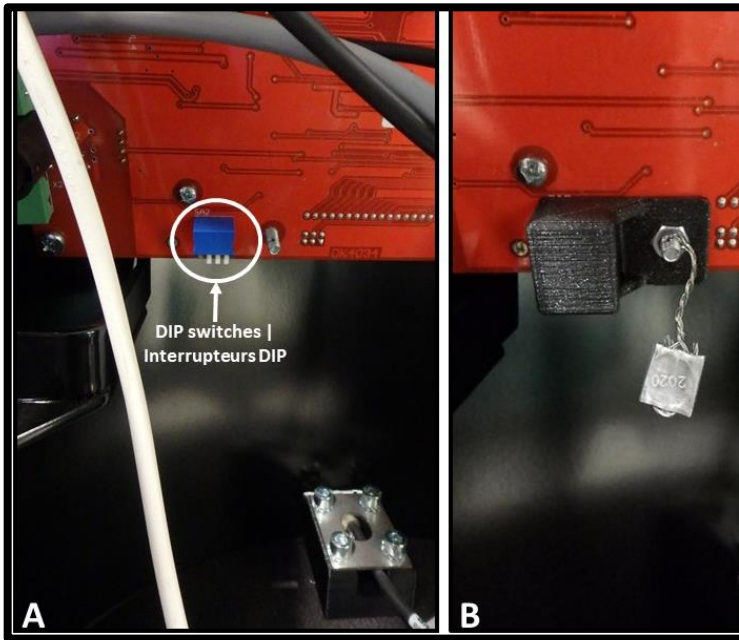

Figure 1: DIP switches before (A) and after (B) sealing |
<p>Electronic calibration and dual pulses</p> <p>Modification of the electronic calibration (EC) factor and of the number of pulse channels require activation of the DIP switches (see Figure 1 and Section 10).</p> <p>The EC factor displays on the second line (“EC-”) after leaving the totals, as described in the “Displaying totals” section. The DIP-2 switch must be in the “OFF” position to prevent changes to the EC factor.</p> <p>2-channel pulses must be active at all times. Therefore, the DIP-1 switch must be set on the “ON” position.</p> <p>The DIP switches are located behind each display and are sealed as shown in Figure 1.</p>	<p>Étalonnage électronique et impulsions en double</p> <p>Pour le réglage du facteur d'étalonnage électronique et du nombre de canaux à impulsions il faut activer les commutateurs DIP (voir Figure 1 et partie 10).</p> <p>Le facteur d'étalonnage électronique s'affiche sur la deuxième ligne (« EC- ») après avoir sorti les totaux, comme décrits dans la section « Afficher les totaux ». Le commutateur DIP-2 doit être en position « OFF » pour empêcher des changements dans le facteur d'étalonnage électronique.</p> <p>L'option 2 canaux à impulsions doit être active en tout temps. Par conséquent, le commutateur DIP-1 doit être réglé sur la position « ON ».</p> <p>Les commutateurs DIP sont situés à l'arrière de chaque écran et sont scellés comme le montre la Figure 1.</p>